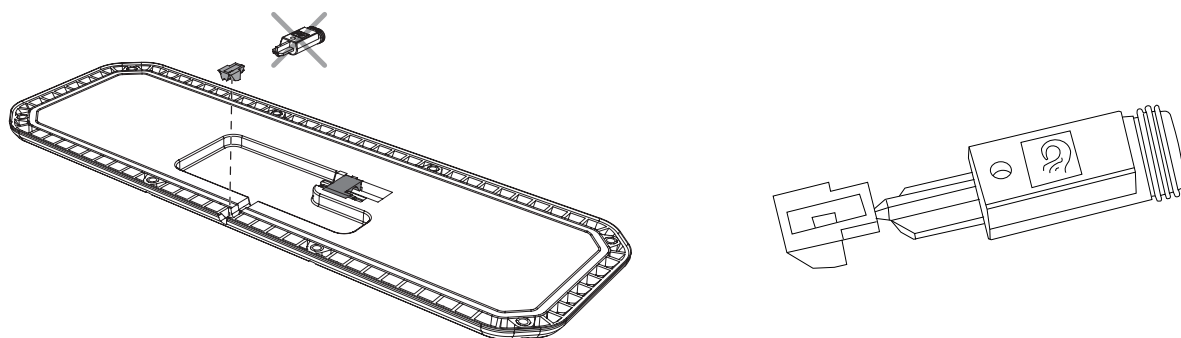

Bild 63. Montering av plugg för tätning av UCU.
4. Bryt försiktigt loss den yttre delen av pluggen och montera i urtaget. Se Bild 63.